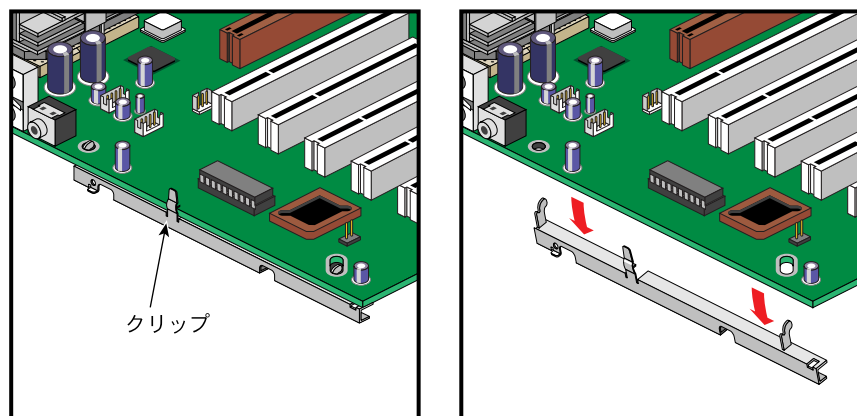

図 2-22 システムボードからの固定ブラケットの取り外し
7. システムボードから固定ブラケットを取り外すには、リリースクリップをはずしてシステムボードからブラケット固定フックを取り外します。図 2-22 にその手順を示します。